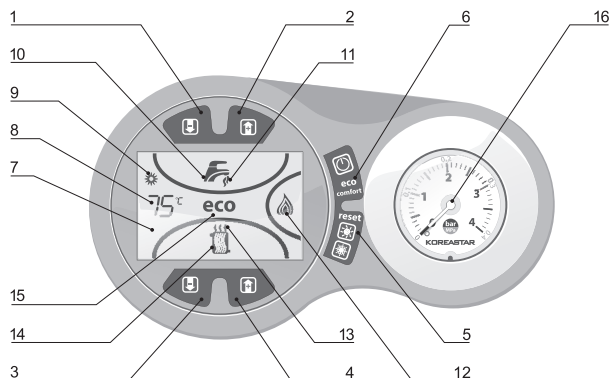

Рис. 2 Общий вид панели управления
- Нажмите кнопку включения (см. рис. 2 поз. 6) и удерживайте ее, пока котел не включится;
Если на дисплее возникает код ошибки (см. разд. 11.2), нажмите кнопку RESET («Сброс») (см. рис. 2 поз. 5). В следующие 30 секунд система повторит цикл розжига.
- Нажмите и удерживайте в течение 5 секунд кнопку выключения котла (см. рис. 2 поз. 6);
С помощью кнопок регулировки температуры ОВ (см. рис. 2 поз. 3 и 4) можно изменить температуру с минимальной 30 °С до максимальной 85°С. Не рекомендуется эксплуатировать котёл при температуре отопления ниже 45°С.
С помощью кнопок регулировки температуры ГВС (см. рис. 2 поз. 1 и 2) можно изменить температуру с минимальной 35 °С до максимальной 55°С.
С помощью кнопки выбора режимов Зима/Лето (см. рис. 2 поз. 5) включите или выключите соответствующий режим.
На дисплее появится или отключится символ индикации летнего режима (см. рис. 2 поз. 9).
Котёл обеспечивает высокую скорость нагрева ГВС и максимальный комфорт. В режиме «COMFORT» котёл постоянно поддерживает установленную пользователем температуру горячей хозяйственной воды, позволяя тем самым сократить время ожидания после открытия крана водозабора до минимума. Данное устройство может быть отключено пользователем нажатием на кнопку ECO/COMFORT (см. рис. 2 поз. 6).
Для включения режима «COMFORT» нажмите кнопку ECO/COMFORT (см. рис. 2 поз. 6) при этом на дисплее погаснет символ «ECO» (см. рис. 2 поз. 15).
Давление в системе ОВ контролируется по показаниям манометра, расположенного на передней панели котла (см. рис. 2 поз. 16).